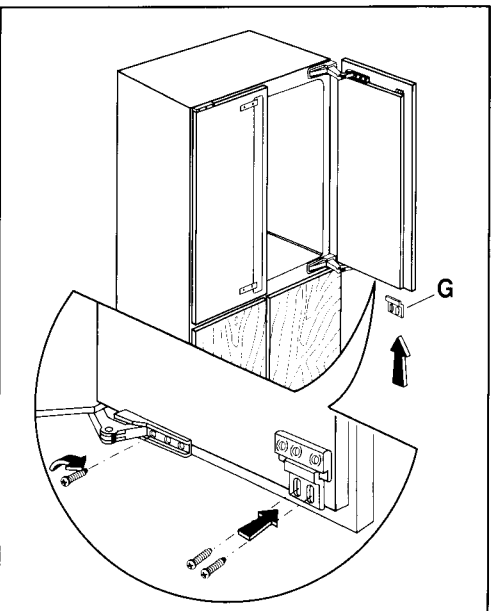

Fig. 6b
- Applicare il tassello inferiore **G** con due viti e fissare la cerniera con la vite nell'asola verticale (Fig. 6b).